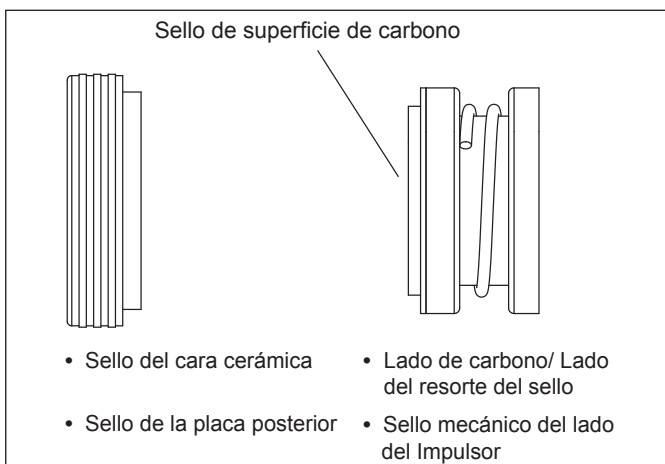

Figura 15. Sello Mecánico
1. Presione el nuevo sello de superficie carbono (vea la Figura 15) en el eje del motor con un movimiento de torsión. Asegúrese de que la superficie de carbono quede mirando hacia el anillo de cerámica en la placa posterior.